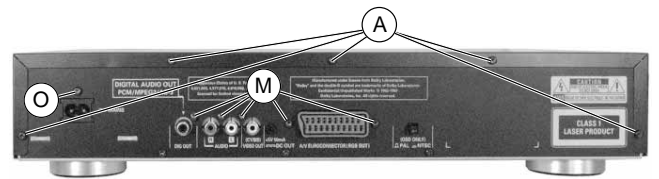

Fig. 4
- 5 Schrauben (M) (Fig. 4) herausdrehen.
- 3 Schrauben (O) (Fig. 4 / 5) herausdrehen.
- Undo 5 screws (M) (Fig. 4).
- Undo 3 screws (O) (Fig. 4 / 5).